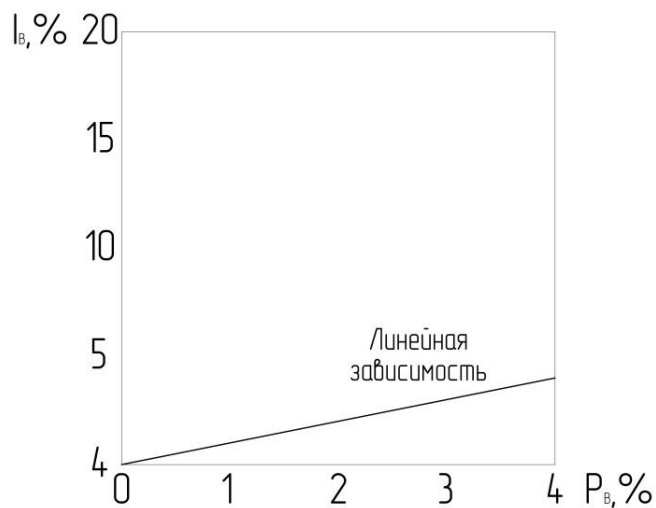

Рисунок 19 – График «ЛИН»
- «ЛИН» - пропорционально дифференциальному давлению (рисунок 19 и 20),